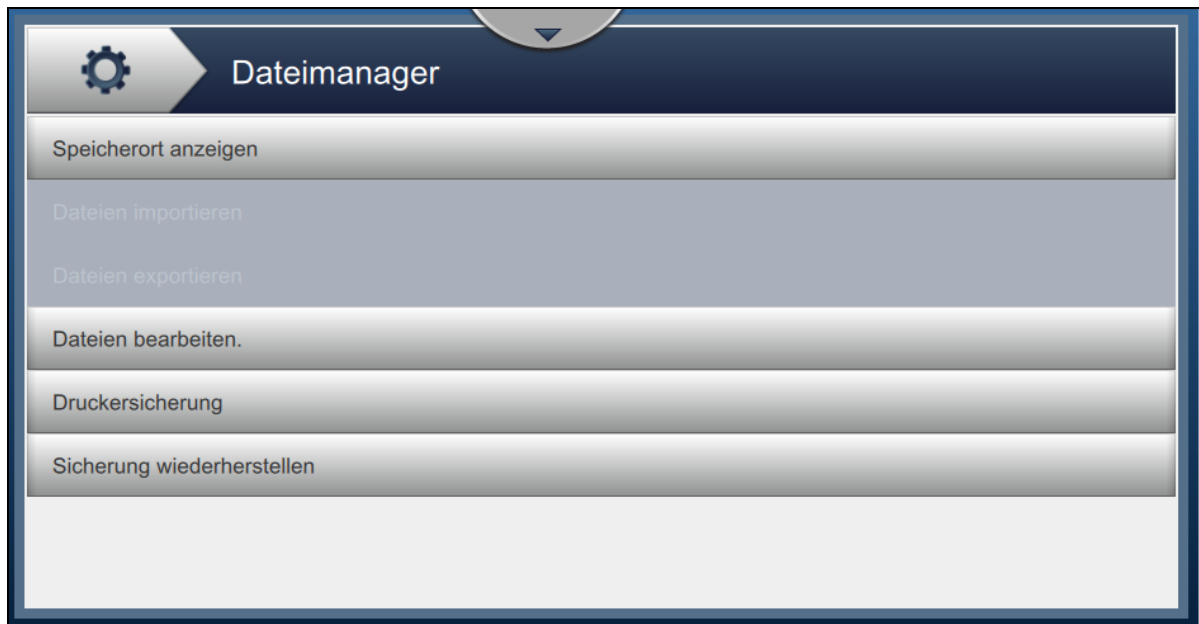

Abbildung 6-6: Dateimanager
1. Berühren Sie die Schaltfläche  auf dem Bildschirm „Werkzeuge“. Der Bildschirm „Dateimanager“ erscheint wie dargestellt in Abbildung 6-6.